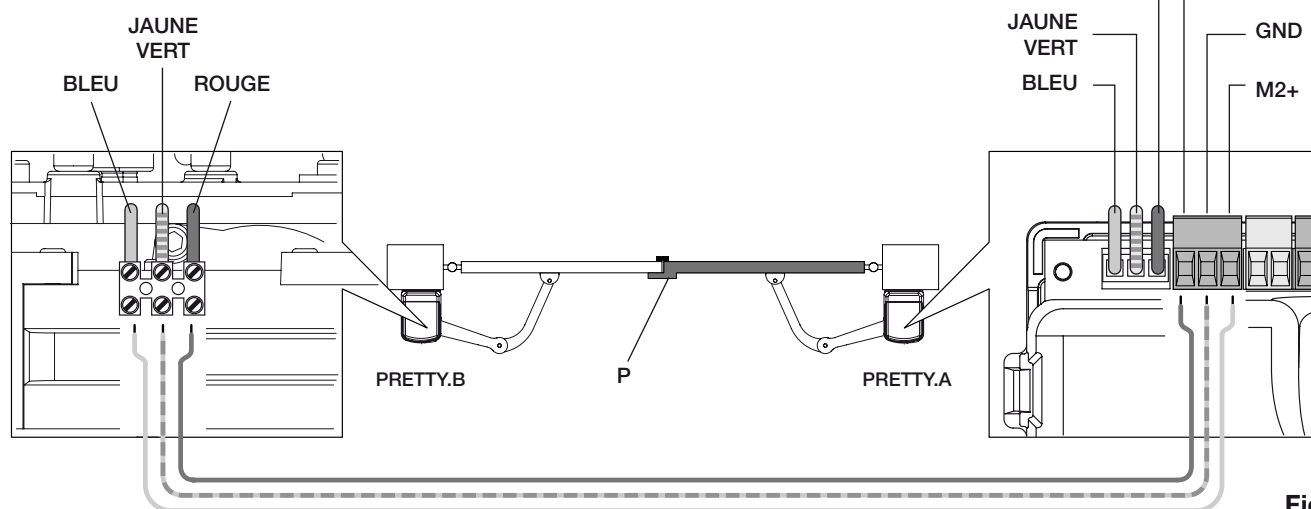

Fig.27
Si les battants présentent un profil de butée identique à celui mis en évidence dans le cadre P des figures 27/28, il faut savoir que la manoeuvre d'ouverture commence toujours avec le moteur PRETTY A, tandis que la manoeuvre de fermeture commence toujours avec le moteur PRETTY B. Si le profil de butée se trouve dans le battant du moteur PRETTY B, cette séquence peut être inversée grâce à la fonction MINV.
b) le battant qui présente éventuellement un profil de butée (Fig.27/28, réf-P) doit être le dernier à se fermer.
Pour les portails qui présentent un profil de butée (figures 27/28 - cadre P), il faut configurer un délai de déphasage entre les mouvements afin d'éviter que les battants n'entrent en contact.
ISI le profil de butée est présent, cette fonction inverse la séquence d'ouverture et de fermeture des battants (Fig 27/28 réf. P). En règle générale, le moteur PRETTY. A commence la manoeuvre avec 3 secondes d'avance par rapport au moteur PRETTY. B. En phase de fermeture, le moteur PRETTY. B commence la manoeuvre en avance sur le moteur PRETTY. A avec un temps qui peut être configuré avec la fonction TDMC: